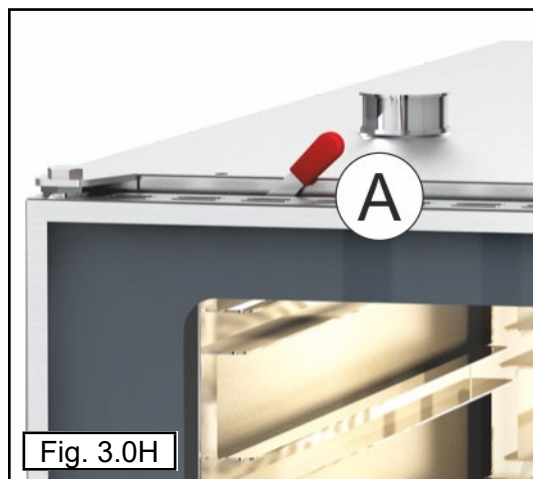

Fig. 3.0H
3.0H Entlüftungsventil Garraum: hat die Aufgabe, die Feuchtigkeit im Garraum zu regeln. Das Ventil, das auf der Tür aufgestellt ist, wird mit dem Knauf (A) handaktiviert (Abb. 3.0H).